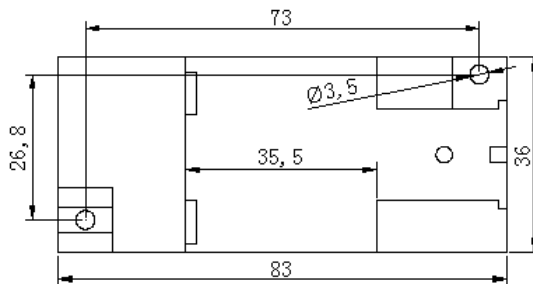

图5 产品安装尺寸
- ③ 使变送器卡口套在安装导轨上;
- ④ 松开弹簧销, 变送器即卡在安装导轨上。
- ① 按图 5 中的螺孔位置在固定板上攻丝 M3 螺钉孔;
- ② 使用 M3 的螺钉拧入螺钉孔中固定;